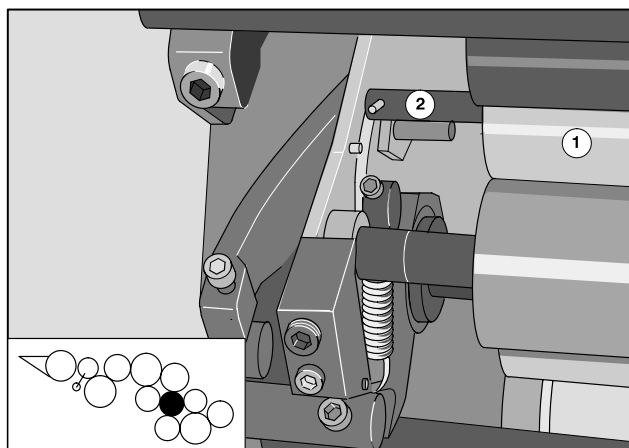

図7 第3インキ移しローラの取り外し
- ❶ 第3インキ移しローラ(図7/❶)のシャフト(図7/❷)を持って、軸受けから抜き取ります。